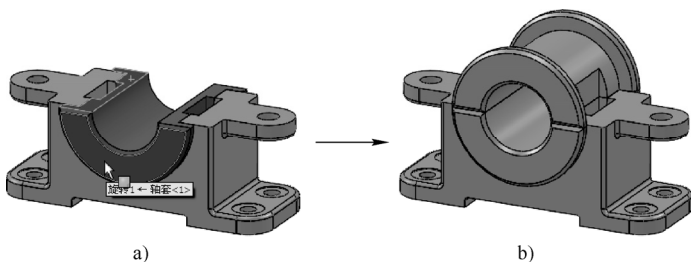

图 6-40 镜像轴套
STEP 5 单击“零部件”工具栏中的“镜像零部件”按钮，以轴套上表面为镜像面对轴套进行镜像操作，如图 6-40 所示。